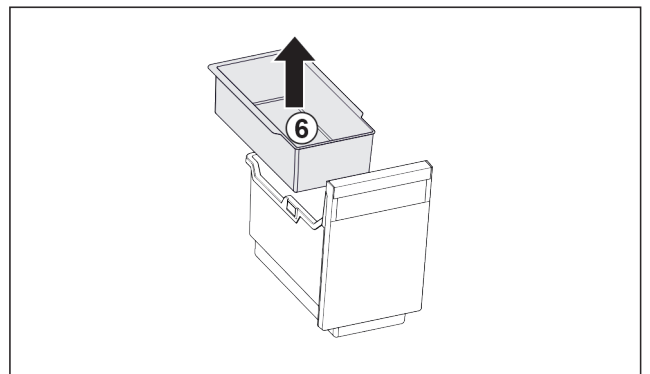

Fig. 34
- Retirer le Fig. 34 (6) balconnet pour glaçons.